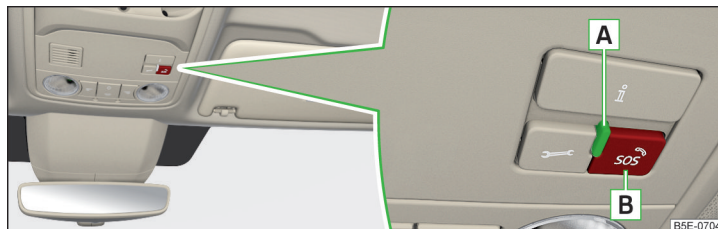

Fig. 11 Touche appel d'urgence
- › Maintenez la touche **B** » fig. 11 enfoncée.
L'état du système est affiché après avoir mis le contact lorsque le voyant **A** » fig. 11 est allumé.